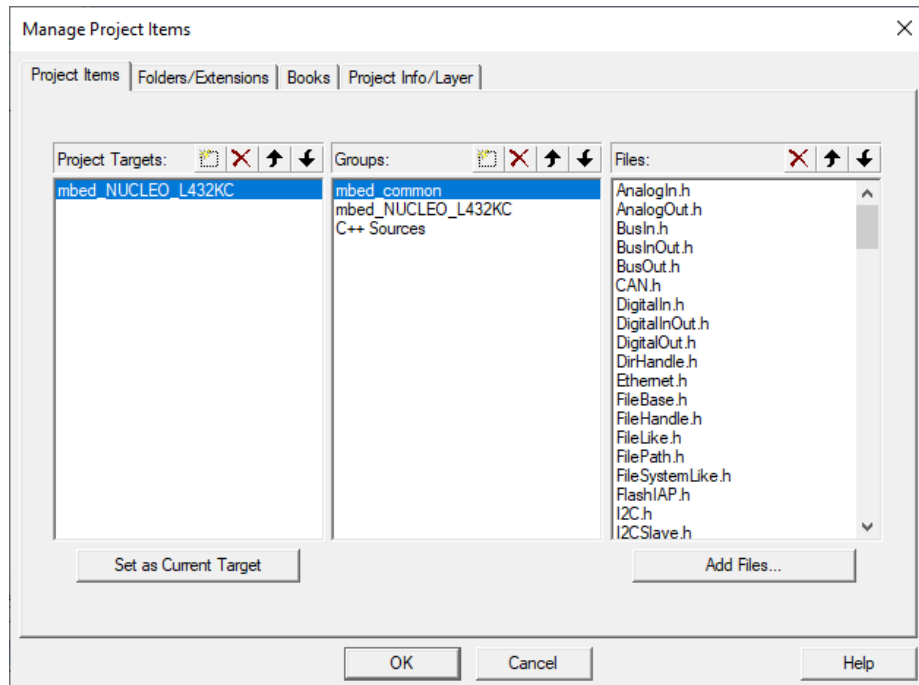

FIGURA 19: pestana Project Items.
2. Pulsando sobre el icono Manage Project Items...  se abra un dialogo en el que se escogera la pestana Project Items, como se ve en la figura 19.